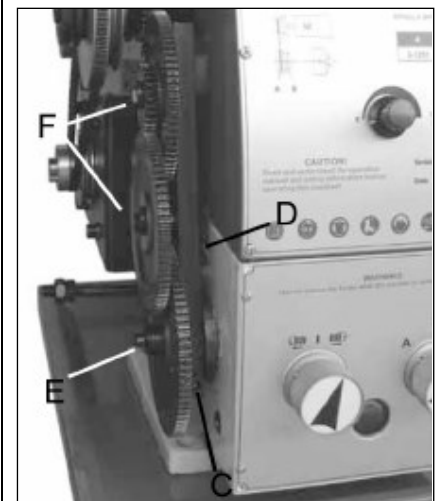

Abb. 21
Wechselradgetriebe wechseln (Abb. 21)
3. Die Arretierschraube (C, Abb. 21) auf der Stelleiste lösen.
4. Die Stelleiste (D, Abb. 21) nach rechts drehen.
5. Die Schraube (E, Abb. 21) von der Leitspindel abschrauben oder die Vierkantschrauben (F, Abb. 21) von der Stelleiste lösen, um die Wechselradgetriebe frontseitig zu entfernen.